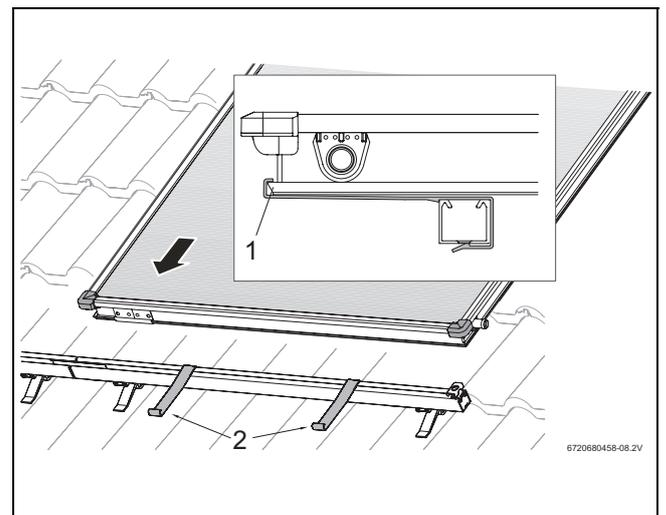

Fig. 38 Posizionamento del primo collettore sulle guide profilate
- Posare il primo collettore sulle guide profilate e farlo scivolare dentro la sicurezza anti scivolamento (fig. 38).
Il bordo inferiore del collettore (fig. 38, [1]) deve trovarsi nell'apertura della sicurezza anti scivolamento.